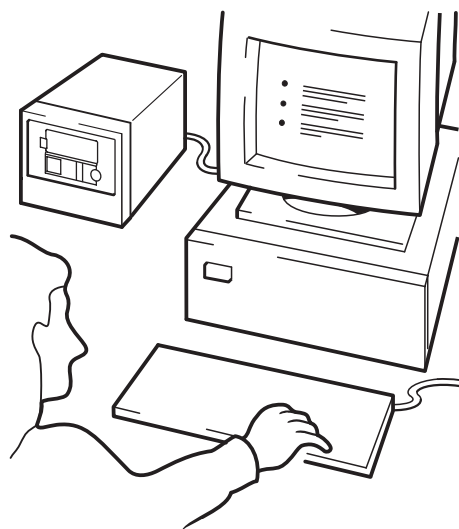

Figura 14d: hp obdr, fase 4
- 4 Seguire le istruzioni visualizzate per configurare il sistema operativo (vedere la figura 14d). Le istruzioni variano in base al software utilizzato per il backup. Di solito è sufficiente accettare le risposte predefinite per tutte le richieste di impostazioni e limitarsi a premere <Invio>.